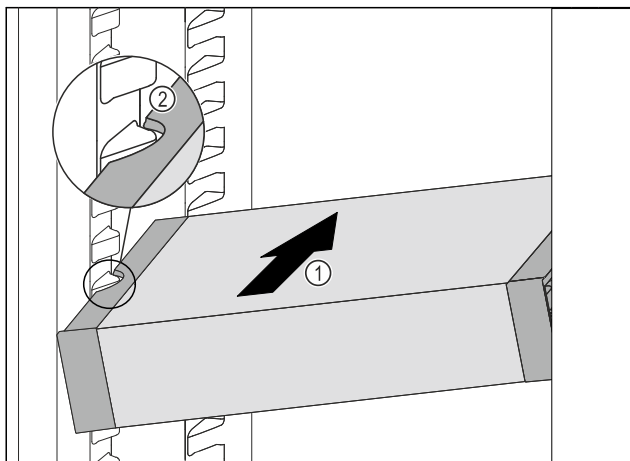

Fig. 94
- ▶ A VarioSafe fiókot ferdén tolja be a hűtőrészbe Fig. 94 (1) annyira, hogy a VarioSafe oldalsó kivágásai Fig. 94 (2) a hűtőrészben a tartóborda magasságában legyenek.